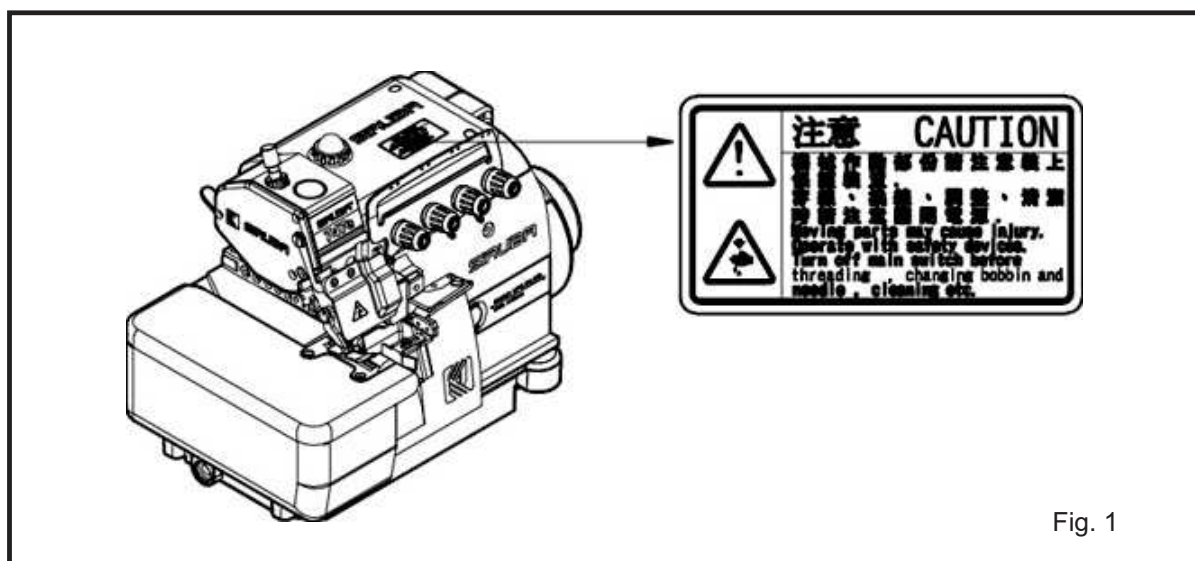

Fig. 1
- A seguinte etiqueta de aviso estará afixada à máquina de costura. (Fig. 1)